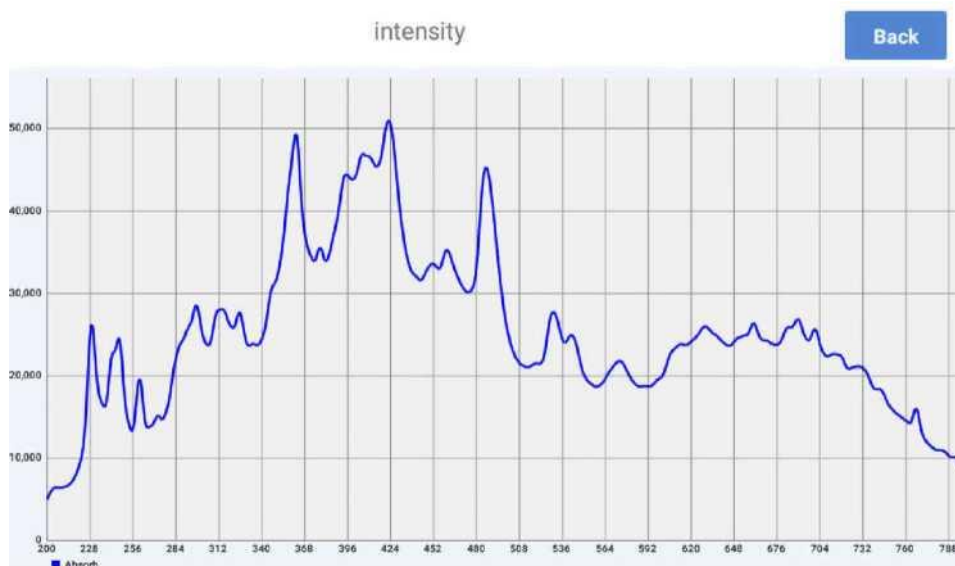

Рис. 4.36. Интенсивность света для пробы
- ③ После детектирования холостой пробы нажмите на **Sample**, после чего станет доступна кнопка **Sample data**. Нажмите на нее, чтобы перейти в окно в соответствии с рис. 4.36. Здесь представлена интенсивность света при длине волны 200–800.